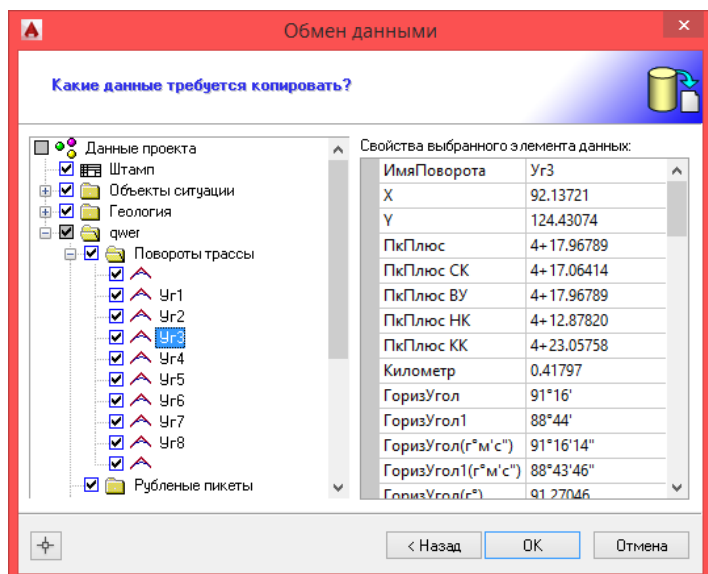

Рис. 15 Обмен данными - выбор объектов
4. Режим *Выбрать данные вручную* применяется для сохранения объектов, не принадлежащих трассе (см. рис. 15).